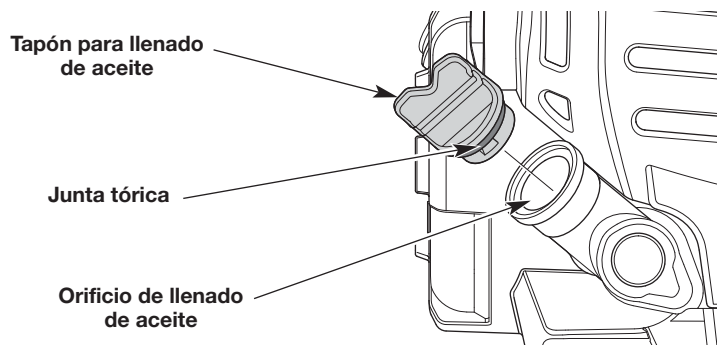

Fig. 6
4. Desenrosque el tapón de llenado de aceite (Fig. 6).
5. Vierta todo el contenido de la botella dentro del orificio de llenado de aceite (Fig. 6). **NO** llene el depósito en exceso. Consulte *Control del nivel de aceite*.
**NOTA:** Compruebe que la junta tórica esté en su lugar en el tapón de llenado de aceite (Fig. 6).